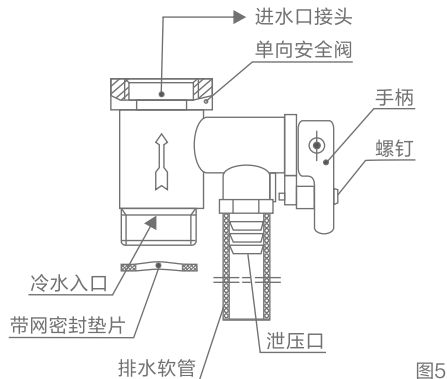

图5
- (1) 附件中的安全阀(出厂原装标识0.8MPa)应安装在进水口接头上（如图1），请确保密封性，其箭头指向与电热水器进水流动方向一致（如图5），安全阀冷水入口需安装带网密封垫片同时安装安全阀泄压口排水软管，应保持连续向下倾斜状态，并安装在无霜的环境中，再将其延伸到地漏处，保持与大气相通，妥善固定防止排出热水或蒸汽烫伤。安全阀可防止内胆压力超过额定压力0.1MPa，若内胆压力过高，则安全阀自动开启，从其泄压口向外排水以释放压力；
- (2) 连接电热水器的水管必须能耐压0.8MPa和耐温100℃以上，接头处缠绕密封胶带以保证密封；
- (3) 用水处应可通畅排水；
- (4) 正常使用情况下，应定期打开安全阀（图5）手柄，以去掉碳酸钙沉积，方法是：将排泄手柄向上扳至水平位置（如手柄带有螺钉，即先使用螺丝刀拆下螺钉再进行此动作），确认安全阀有没有堵塞（有无泄水），如堵塞请与维修部联系。